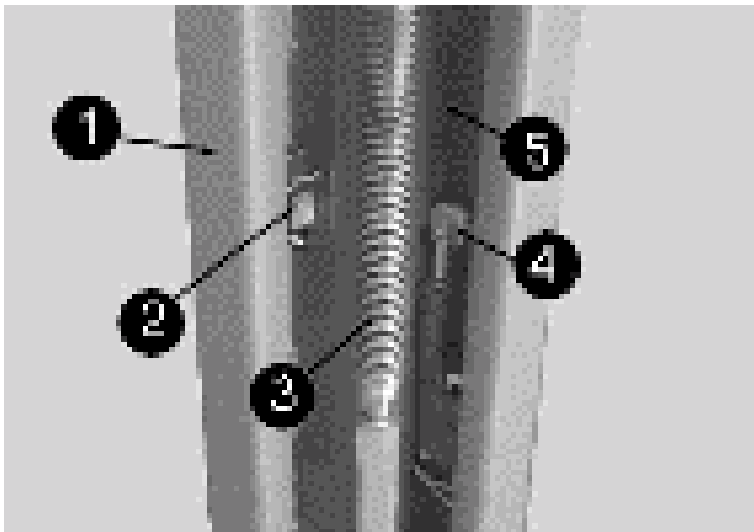

Bild 17: Seilrolle für Steuerseil
- Auf der **Bedienseite** wird nun der Einhänge-Nippel, welcher mit dem Seilende fest verbunden ist, gerade nach unten über die Seilrolle geführt, (die mit dem Schaltstößel verbunden ist **Bild 17 und 19**), zum Hubschlitten wieder hoch und dort eingehängt. Das mitgelieferte Steuerseil muß nach dem Einbau am anderen Ende gekürzt werden.